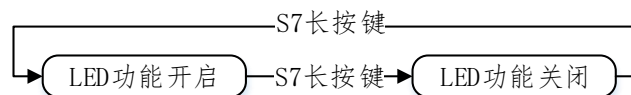

图 7 S7 长按键切换 LED 功能
- 长按 S7 按键超过 1 秒后松开按键，判定为 S7 长按键功能，禁用 LED 指示灯功能，所有 LED 处于熄灭状态；再次长按 S7 超过 1 秒后松开按键，恢复 LED 指示灯功能，功能切换如图 7 所示。